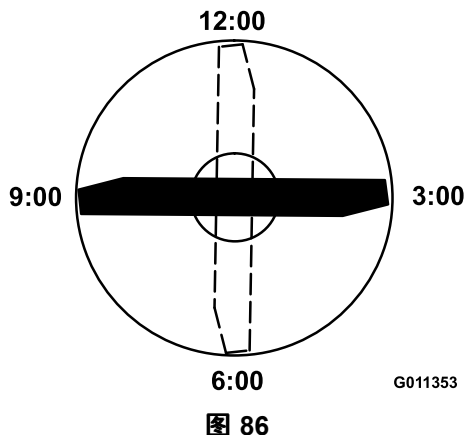

图 86
4. 将刀片带标记一端的刀刃放在 12 点钟位置剪草方向的正前方(图 86)并测量从桌面到刀片刀刃的高度。
5. 将刀片的标记端旋转至 3 点钟和 9 点钟位置(图 86)并测量高度。